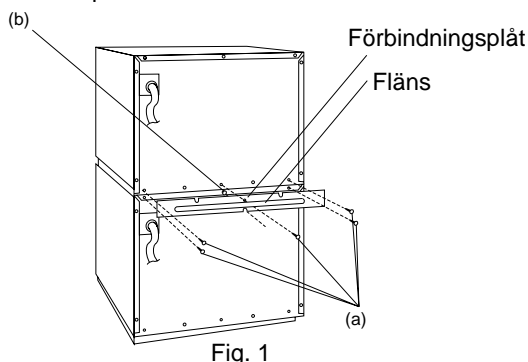

Fig. 1
1. Ställ ugnarna på varandra och ta bort de fem skruvarna (a) som Fig. 1 visar.